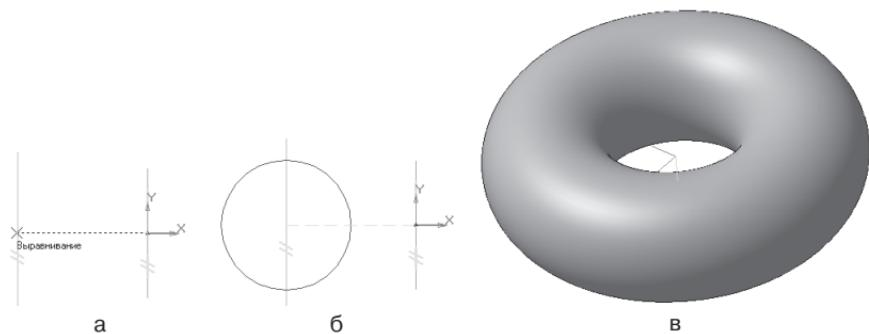

Рис. 137. Создание трехмерной модели тора
- найдите центр окружности (рис. 137, а);
- постройте окружность радиусом 20 мм (рис. 137, б);
- На Инструментальной панели Вид выберите команду Полутоновое, Полутоновое с каркасом (рис. 137, в);